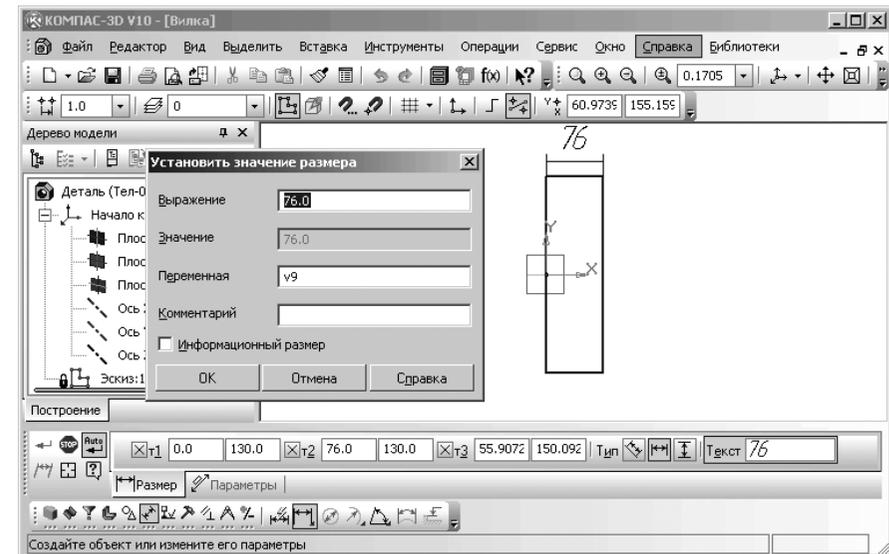

Рис. 3.21. Главное окно системы в режиме установки линейного размера эскиза
- переместите указатель курсора мыши немного вверх и щелкните в местоположении размерной линии. Появятся выносные линии, размерная линия и размер ширины прямоугольника. Одновременно появится диалоговое окно **Установить значение размера**. Главное окно системы в этом режиме показано на рис. 3.21.
Удалить переменную, а также изменить ее имя или значение невозможно. Для этого служит диалоговое окно **Установить значения размера** (см. рис. 3.21).